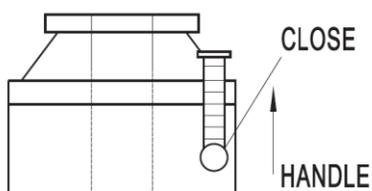

Рис.1
- рукоятка находится в положении закрыто «CLOSE», управление редуктором разрешено, пневматическое управление – запрещено. Рукоятка находится в положении открыто «OPEN», червячная передача разомкнута, пневматическое управление – разрешено. См. рисунок 1;